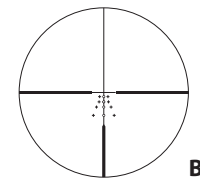
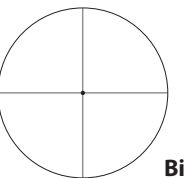

Bild 3-1
Bild 3-2
(1) Fokusering
- 1 Titta genom okularet med ögat ca 10 cm (4 tum) från okularlinsen. Då ser du det avancerade BDC-hårkorset (bild 3-1) eller det fina hårkorset med Dot (bild 3-2). Se till att ditt öga befinner sig i rätt läge och på rätt pupillavstånd, i annat fall kan det bli "svart".